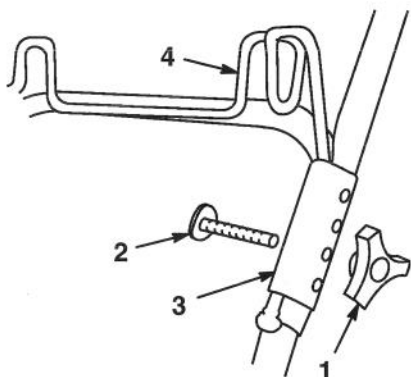

Figure 48
1. Retirer le sac du porte-sac. Retirer le(s) bouton(s) et le(s) boulon(s) fixant les brides du porte-sac au guidon (Fig. 48). Les brides du porte-sac sont dotées de quatre trous pour le réglage.